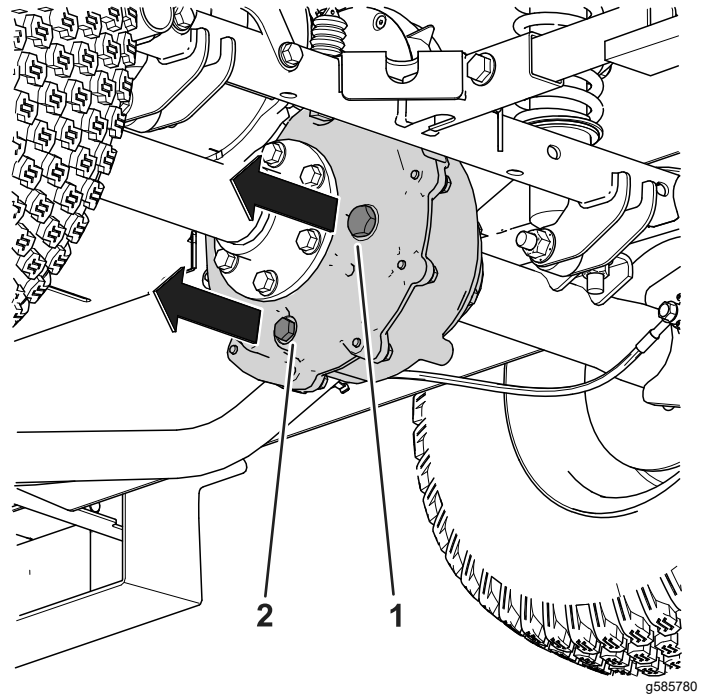

Bild 54
1. Stellen Sie eine Auffangwanne unter die Ablassschraube der Transaxle (Bild 54).
2. Entfernen Sie die Füllschraube (Bild 54).